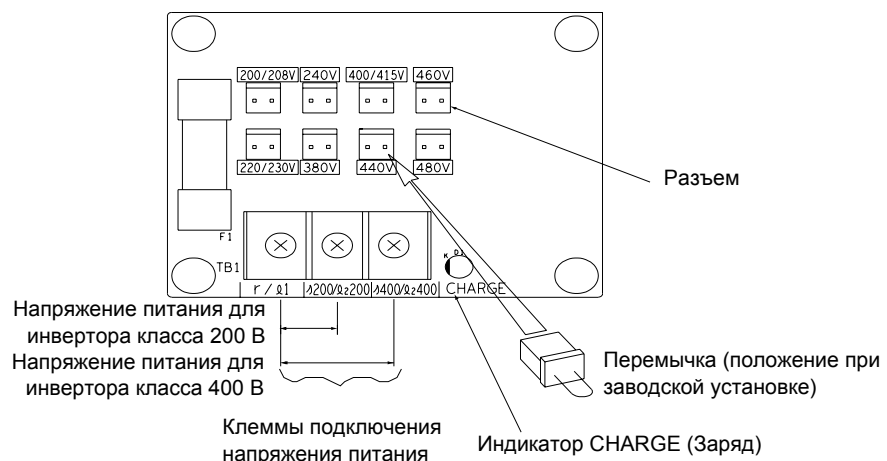

Рис. 4.2 Соединения в инверторе большой мощности
4. Установите переключатель в положение, соответствующее напряжению питания инвертора (см. Рис. 4.2).